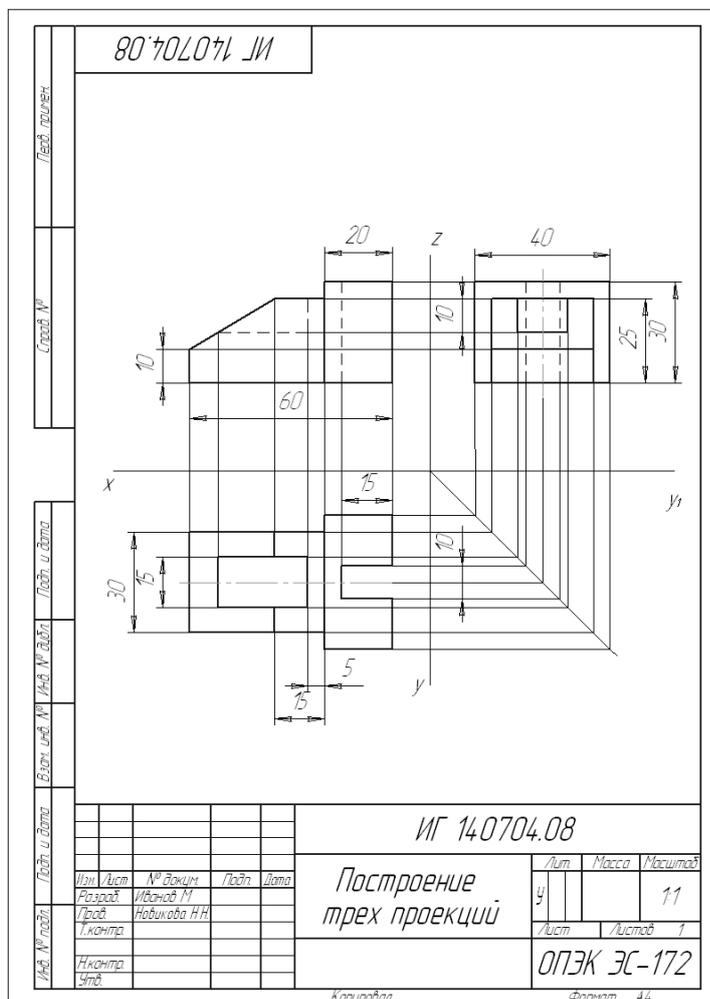

Рисунок 4 – Пример выполнения работы
2. Построить фронтальную, горизонтальную и профильную проекцию модели 1 в тонких линиях (рис. 4);
Требования к содержанию и оформлению: практическая работа, выполненная по образцу - рис.4.